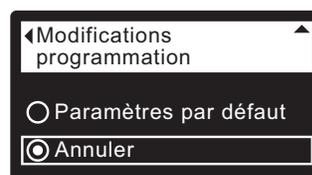

FIG. 89
7. Appuyez sur le sélecteur (O) pour afficher le menu de modifications de la programmation (cf. Figure 89).
8. Si le cercle à gauche de l'option souhaitée a déjà un point (cf. Figure 89), passez à l'étape 9. Sinon, appuyez sur le bouton BAS (▼) ou HAUT (▲) pour passer à l'option souhaitée, puis sur le sélecteur (O) pour confirmer votre choix.